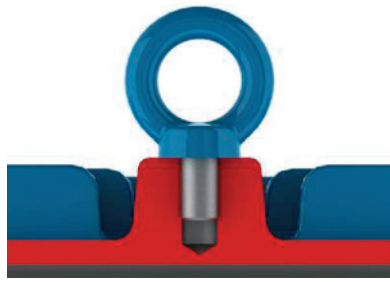
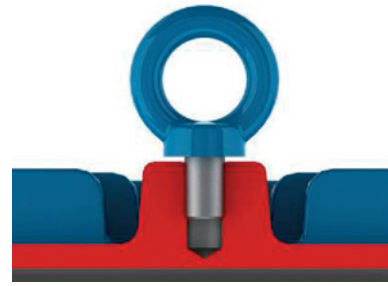

Figura 4 - Manera correcta de fijación del cáncamo de elevación
Figura 5 - Manera incorrecta de fijación del cáncamo de elevación
Antes de iniciar cualquier proceso de elevación, asegúrese de que los cáncamos estén adecuadamente fijados, totalmente atornillados y con su base en contacto con la superficie a ser izada, conforme Figura 4. La Figura 5 ejemplifica el uso incorrecto.
1. Asegúrese de que los cáncamos están adecuadamente fijados, conforme Figura 4;